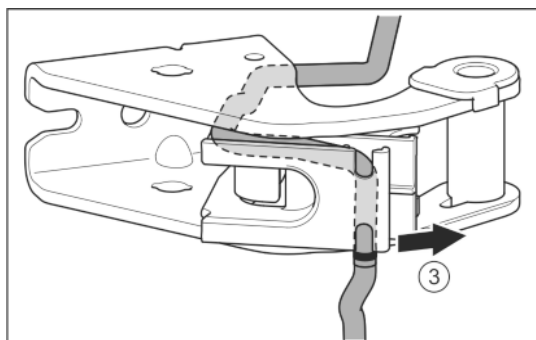

Fig. 30
- Uvolněte kabel z vedení. Fig. 30 (3)